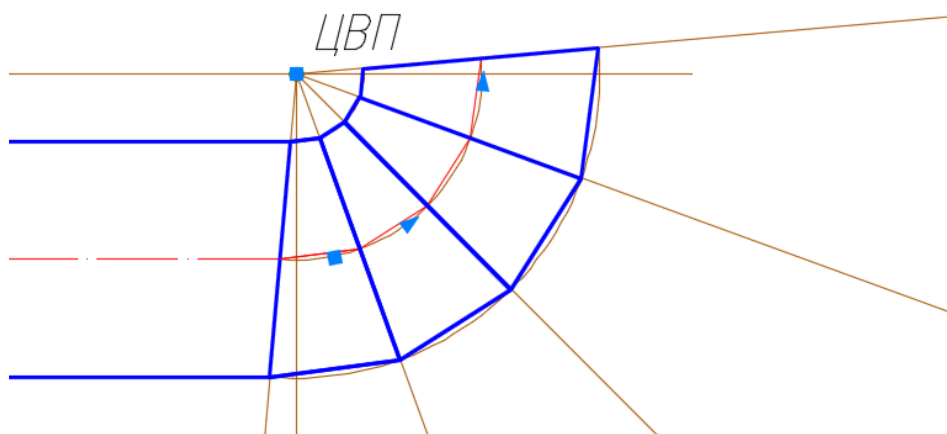

Рис. 128. Выполнение контуров секций колена трубы для подачи загрязненного воздуха
– выделить хорды, сварной шов первой и второй секций трубы и скопировать их с помощью операций **Редактирование** → **Круговой массив** → задать параметры массива: центральная точка массива *ЛКМ* на *ЦВП*, **Ассоциативный** → **Нет**, **Объекты** → 4, **Угол заполнения** – 75 (см. рис. 128);